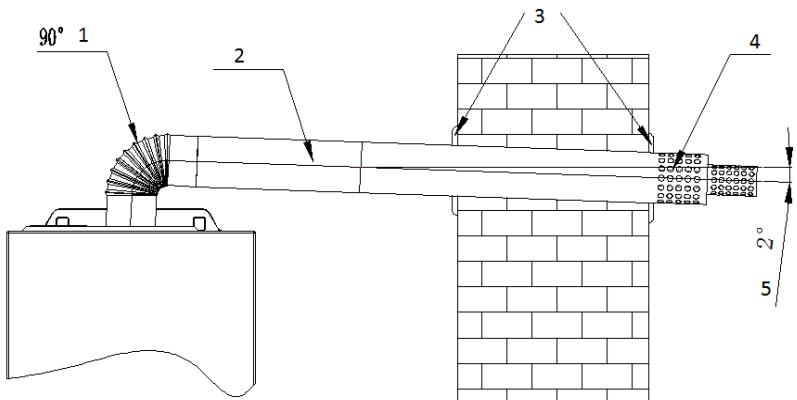

Рис. 15
В зависимости от фактического места установки котла можно столкнуться с ситуацией, когда длины трубы дымоотвода будет недостаточно для монтажа, или же необходим дополнительный поворот на  $90^{\circ}$ , тогда возможно, основываясь на фактической потребности, заказать удлинение трубы или дополнительные отводы  $90^{\circ}$ , смотри рис. 15.
**ВНИМАНИЕ:** Общая составная длина (с учетом возможных поворотов на 90°) прямой трубы коаксиального дымо-/воздуховода (считая сразу же от отвода 90° после выхода из котла) не должна превышать 3 м (см. рис. 15), при этом каждый дополнительный отвод 90° равнозначен увеличению длины трубы коаксиального дымо-/воздуховода на 1 м.
Раздельная система дымоходов и воздуховодов диаметром 80мм часто применяется в случаях монтажа, когда невозможно использование коаксиальной системы дымо-/воздуховода типа «труба в трубе» из-за превышения максимально допустимой длины, или при поквартирном отоплении многоэтажных домов в случае необходимости подсоединения к различным вертикальным коллективным (идущим через несколько этажей) каналам дымохода и воздухозабора (см. схемы на рис. 15а).
**ВНИМАНИЕ:** Общая составная длина (с учетом возможных поворотов на 90° и 45°) труб дымохода и воздуховода (считая сразу же от отвода 90° после выхода из котла) не должна превышать максимальных расстояний, указанных на рис. 15а, при этом каждый дополнительный отвод 90° равнозначен увеличению длины трубы дымохода или воздуховода на 1 м, а каждый дополнительный отвод 45° равнозначен увеличению длины трубы дымохода или воздуховода на 0,5 м.
Обзор возможных вариантов подключения котла к различным исполнениям и типам дымо-/воздуховодных систем приведен на рис.15а.
**Рис. 15а.**